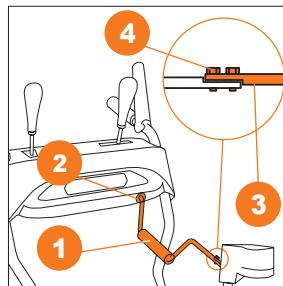

Рис. 14
- Вставьте один конец рукоятки поворота желоба 1 в отверстие 2 на панели оператора (Рис. 14).
- Соедините второй конец рукоятки с поддерживающей штангой 3 с помощью двух болтов 4 (Рис. 14).